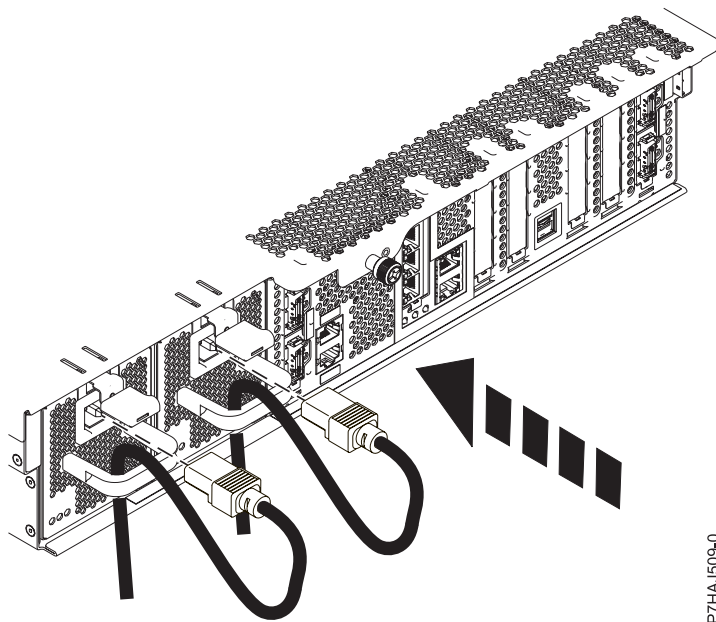

Figura 2. Colocación del cable de alimentación
6. Pase el cable de alimentación a través de la abrazadera de cable de la parte posterior de la fuente de alimentación, como se muestra en la Figura 2 en la página 3.